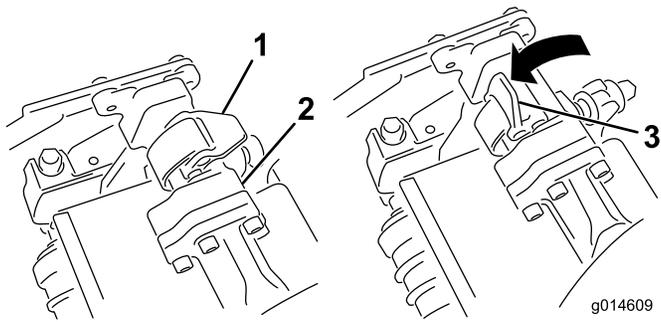
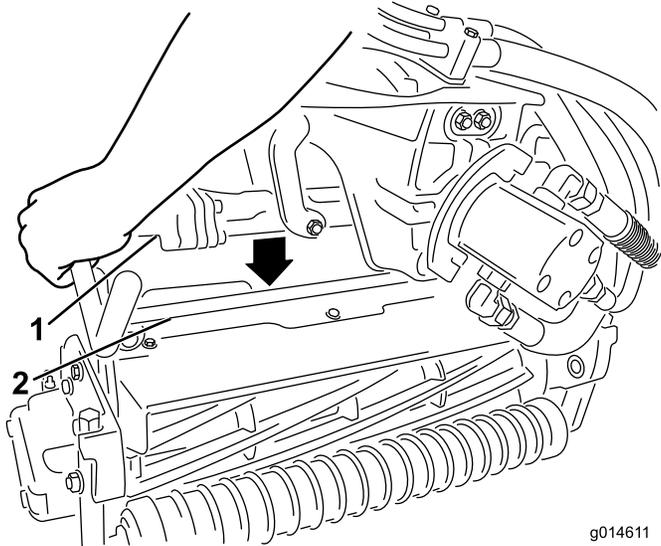

图13
图14
9. 当悬挂臂杆上的门锁指向上方（即打开）时（图 13），向下压悬挂臂，使悬挂臂杆与滚刀组顶部的横杆相契合（图14）。
10. 向下并绕着滚刀组横杆关闭闭锁，将它们锁定到位（图13）。